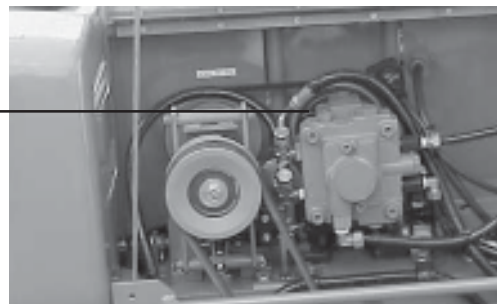

Figura 26. Ubicación del tornillo de la válvula de paso
1. Si necesita mover el compactador empujándolo manualmente una vez apagado el motor, afloje el perno de la válvula del paso en la bomba de aceite con una vuelta al contrario de las manecillas del reloj. Esto causará que se desenganche el freno hidráulico, permitiendo que el rodillo se pueda mover más fácilmente(Figura 26).